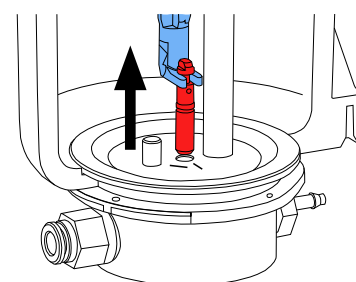

Fig. 11
- Saisir la buse de dosage avec l'outil et la retirer en tirant vers le haut (Fig. 11).